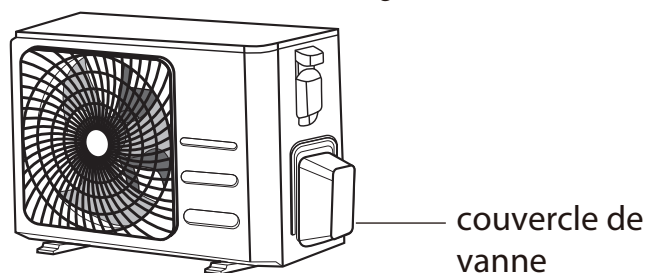

Fig. 5.9
1. Dévisser le capot de la soupape emballé sur le côté de l'unité extérieure. (Voir Fig.5.9).